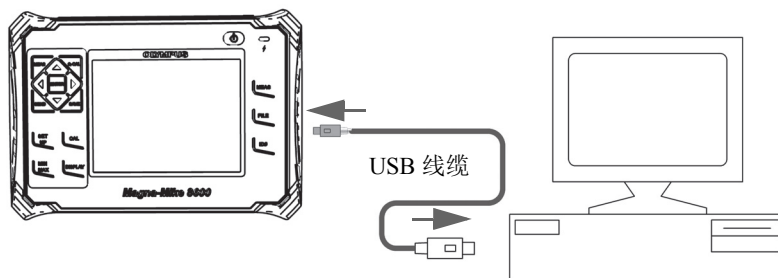

图 8-2 将 Magna-Mike 8600 仪器与计算机连接
7. 将 USB 线缆的一端连接到 Magna-Mike 8600 仪器 I/O 盖中的 USB 从端口上；另一端连接到计算机的 USB 端口上（参见第 129 页的图 8-2）。